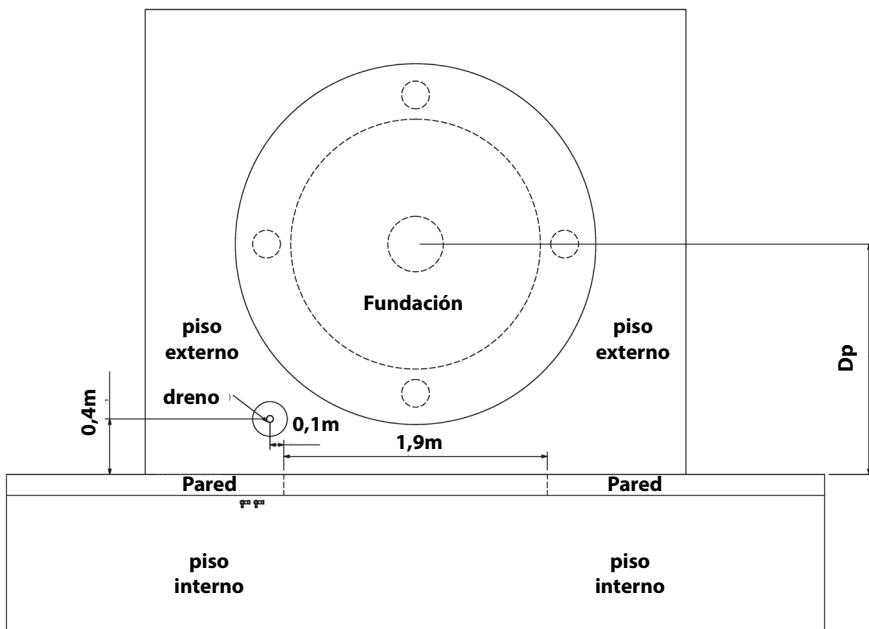

Fig. 3.1- Vista superior da construcción civil
- El dreno de limpieza del enfriador debe ser instalado conforme a Fig. 3.1 e 3.3 Como sugerido, instale un tubo con una sobra de 200 milímetros para fuera del piso.